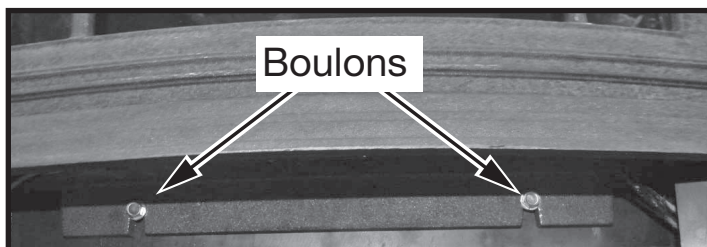

Figure 16: Boulons de la bordure du cendrier.
3. Dévisser les deux boulons de la bordure du cendrier (Figure 16). Soulever la bordure doucement et la retirer. Noter les attaches du filage, dévisser ces attaches (Figure 17).